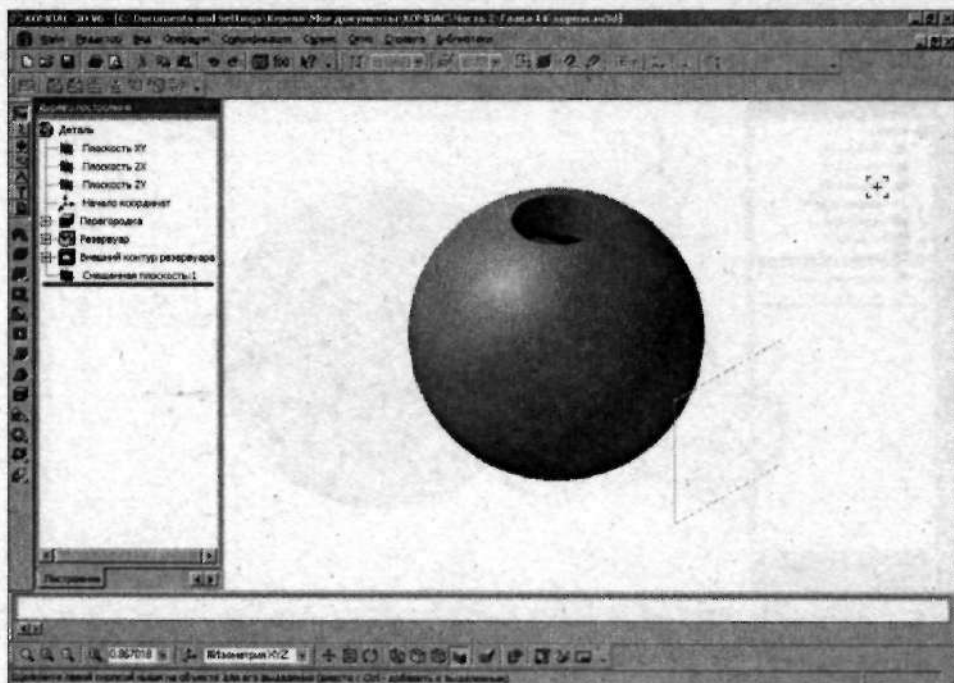

Рис. 2.130. Постройте смещенную плоскость
4. Щелкните по кнопке (Создать объект). Результат построения вспомогательных плоскостей представлен на рис. 2.130.